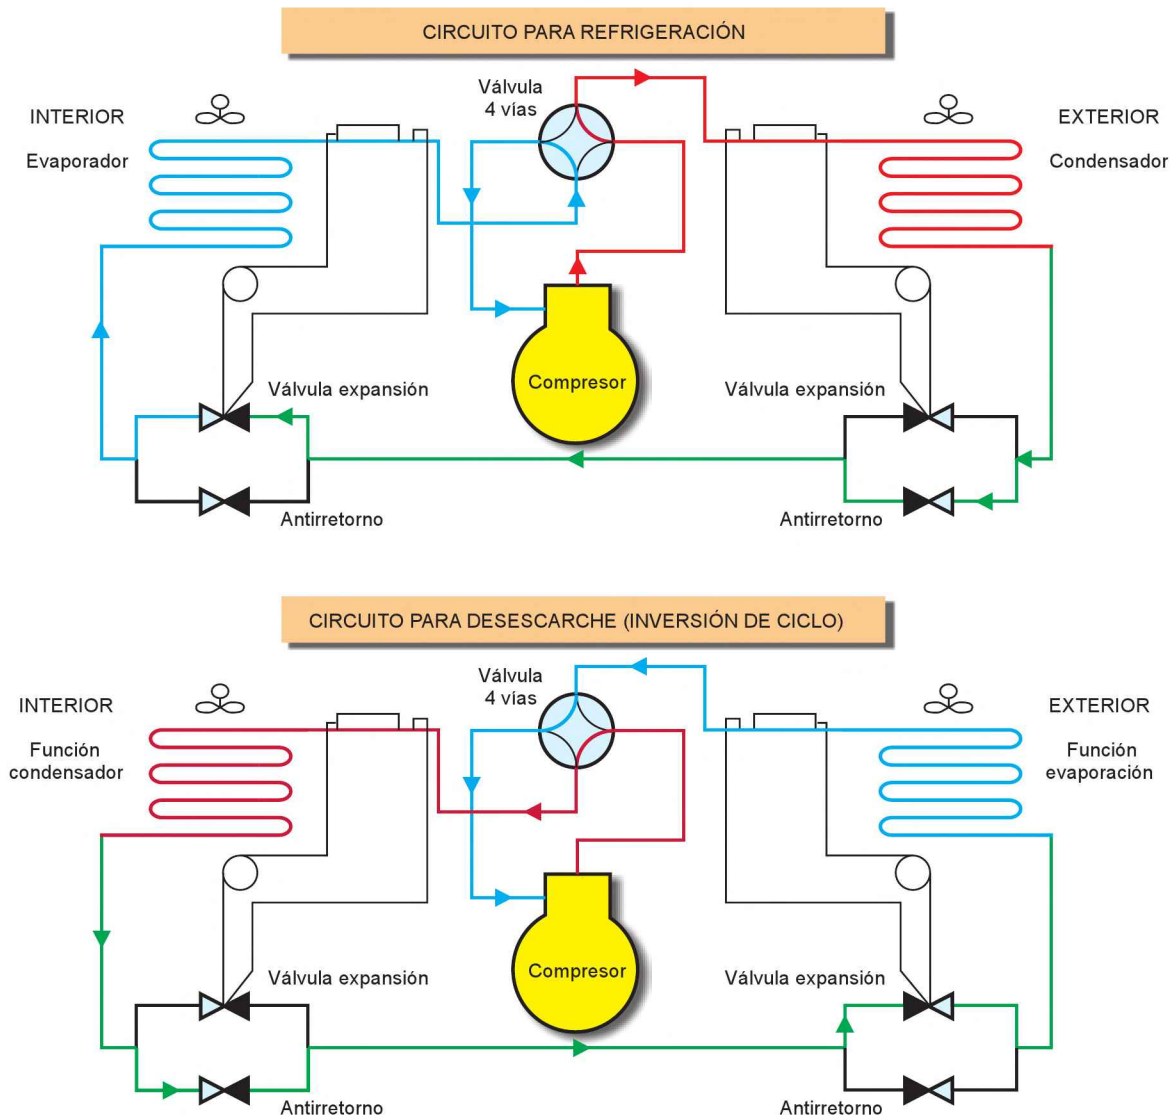

Figura 7.11. Circuito para refrigeración y desescarche por inversión de ciclo
- El único dato a destacar es que son necesarias dos válvulas de expansión y otras dos válvulas antirretorno, como puede ser observado en el circuito de la Figura 7.11.